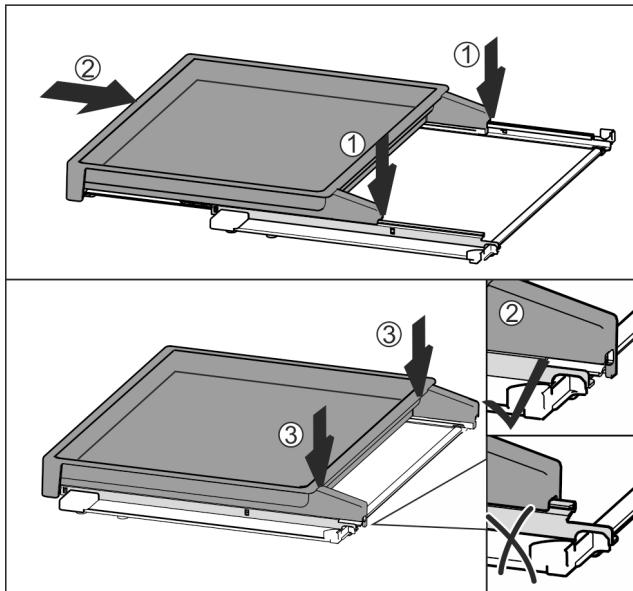

Fig. 115
- Установить по центру на направляющие Fig. 115 (1).
- Вставить вытяжную панель полностью Fig. 115 (2).
- Нажимать на задней стороне до тех пор, пока не будет слышна фиксация Fig. 115 (3).